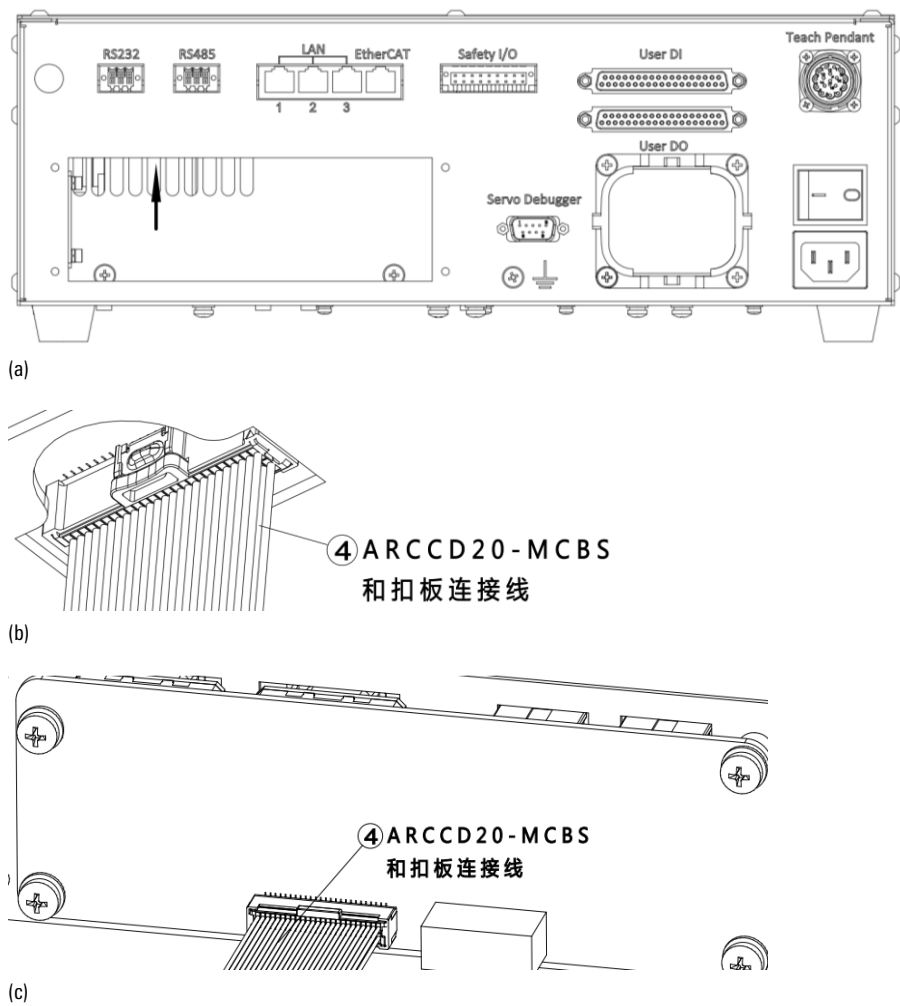

图 21-18 安装 ARCCD20-MCBS 和扣板连接线
步骤3. 将 ④ ARCCD20-MCBS 和扣板连接线一侧连接到如图 21-18(a)箭头的位置，另一侧连接到 ① MCBS-IEB 对应 J4 的连接器上。